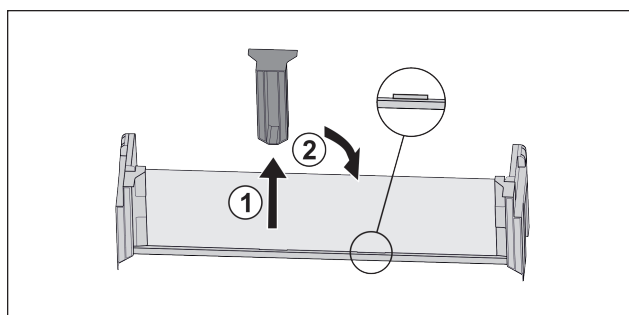

Fig. 27
- ▶ Stáhněte prostřední přídržný díl Fig. 27 (1).
- ▶ Vložte prostřední přídržný díl do druhé polohy Fig. 27 (2).